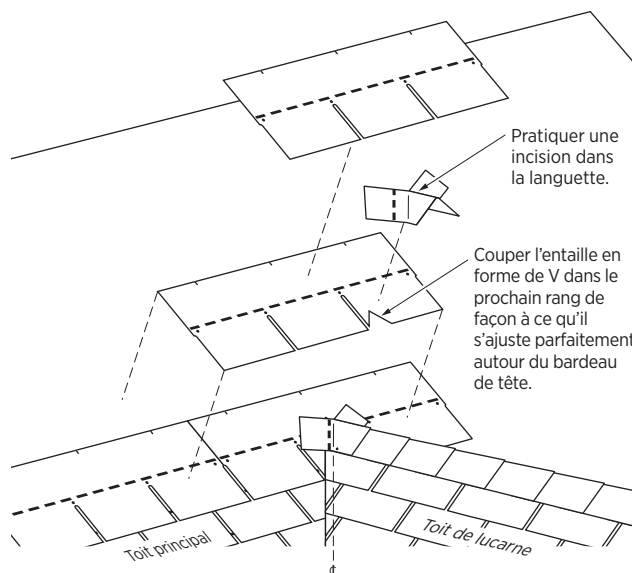

Figure 9-10 : Vue explosée du point de rencontre du faîte de la lucarne et du toit principal.
9. L'incision dans la pièce de couronnement du faîte doit être recouverte entièrement par le bardeau de la rangée suivante. Si certaines découpes ou certains joints bout à bout se trouvent à moins de 4 po de l'incision, posez un morceau de bardeau d'au moins 8 po de large et 12 po de haut par-dessus l'incision avant de poser le bardeau entier (Figure 9-10).